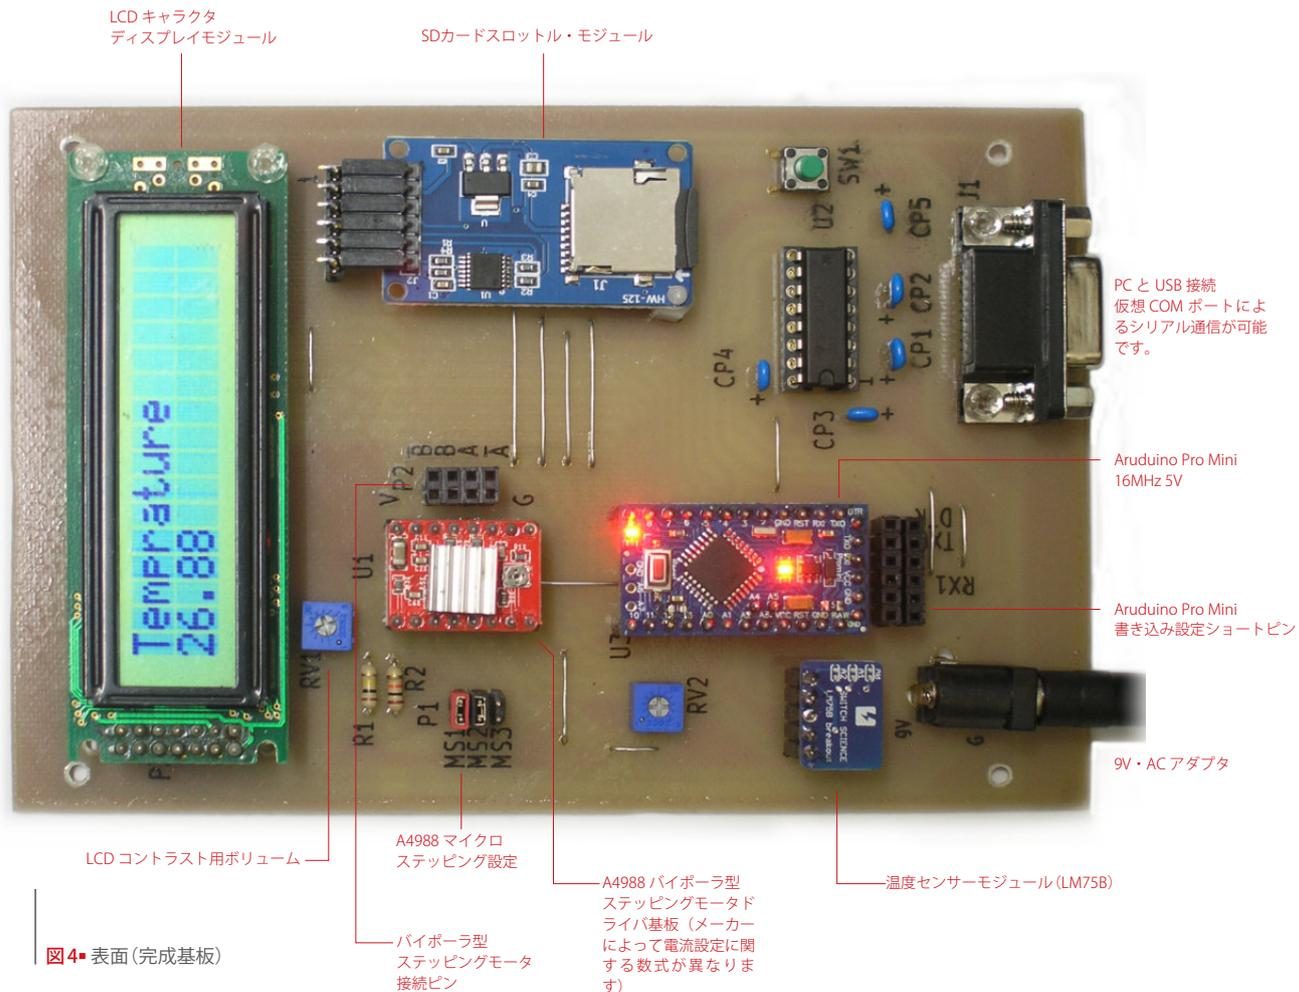

図4 表面 (完成基板)
② パーツリストを参照の上、必要な部材を装着し基板を完成させます [表1・図4]。最後に Arduino Pro Mini、A4988、LCD、SDカードスロットルを装着します。A4988につきましては今回購入した基板は裏面にシルク印刷がありましたのでGNDを切削基板U1接続端子シルクGにむけて接続します。向きを間違えないように注意します。A4988は定電流制御でバイポーラ型ステッピングモータを駆動しますが、A4988の最大出力電流が2Aですのでそれに合わ